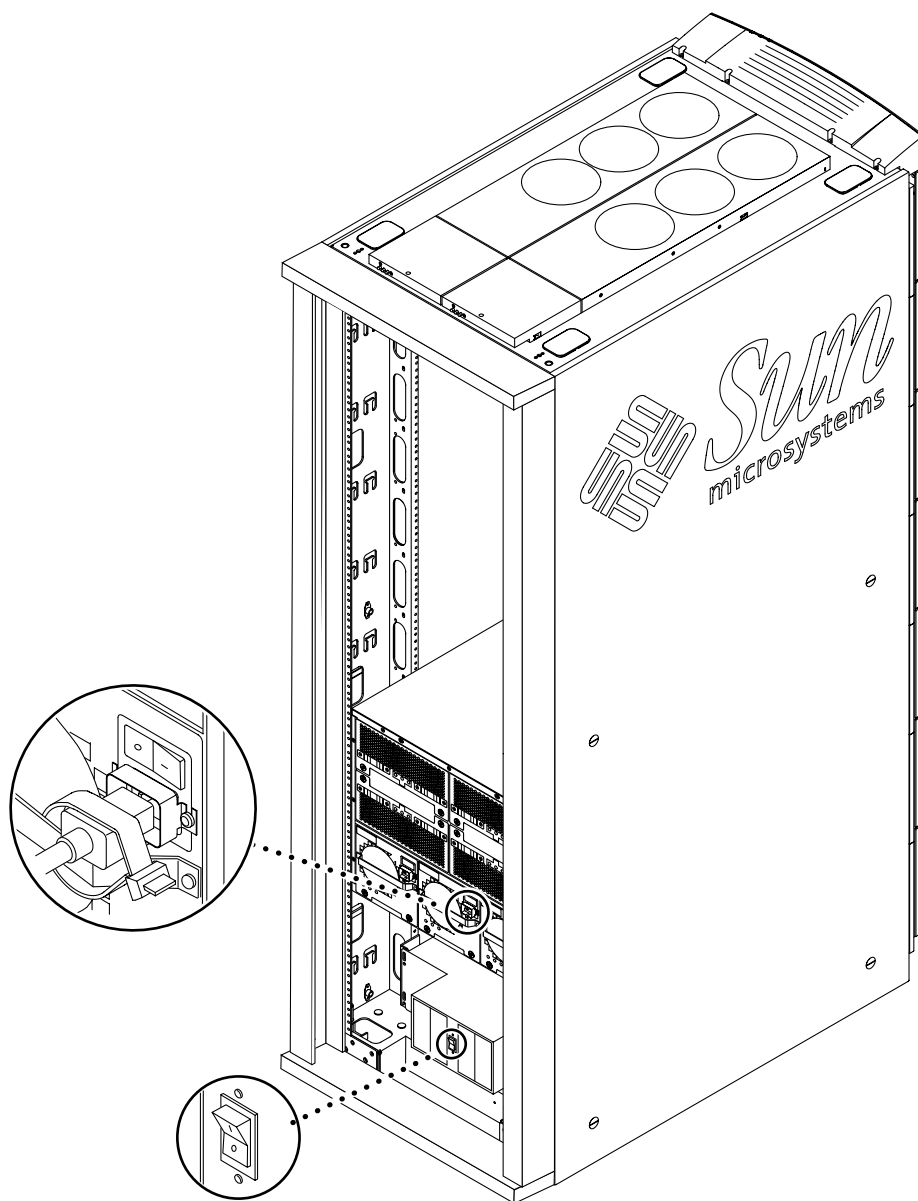

図 3-6 Sun Fire 3800 システムが設置されたキャビネットの電源スイッチの位置
1. Sun Fire キャビネットの各電源スイッチが、オフに設定されていることを確認します (図 3-6)。